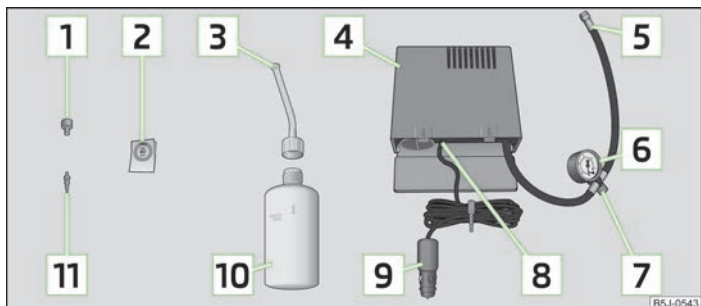

Fig. 137 Componentele setului
- ▶ Lipiți autocolantul [2] » fig. 137 la pagina 164 pe planșa de bord, în câmpul vizual al șoferului.
- ▶ Scuturați de câteva ori bine recipientul de umplere a anvelopei [10] » fig. 137 la pagina 164.
- ▶ Înșurubați bine furtunul de presiune [5] » fig. 137 la pagina 164 al compresorului de aer pe ventilul anvelopei.